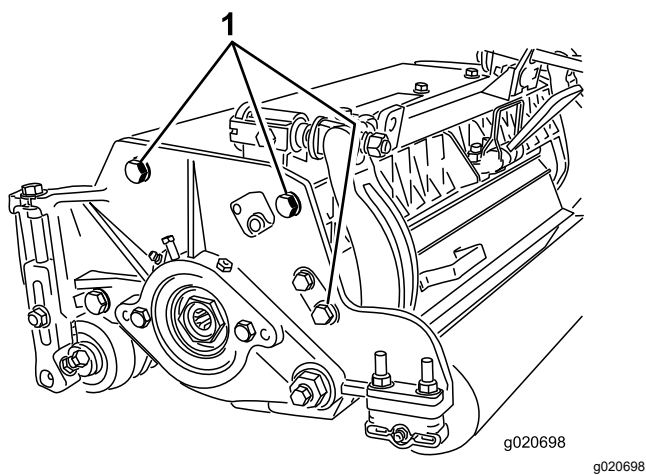

**Figura 12**
- Reglați consolele rolei posterioare (**Figura 12**) la intervalul înălțimii de tăiere dorite, poziționând numărul necesar de distanțiere sub flana de montare a plăcii laterale (**Figura 12**) conform Diagramei cu înălțimile de tăiere.